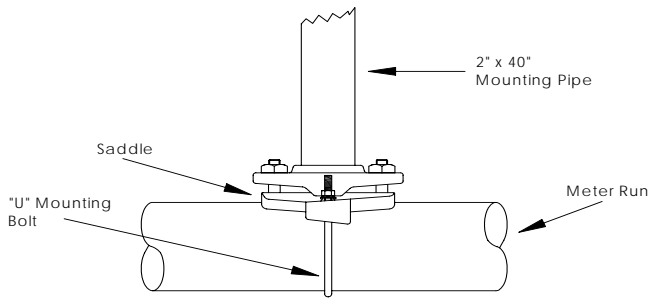
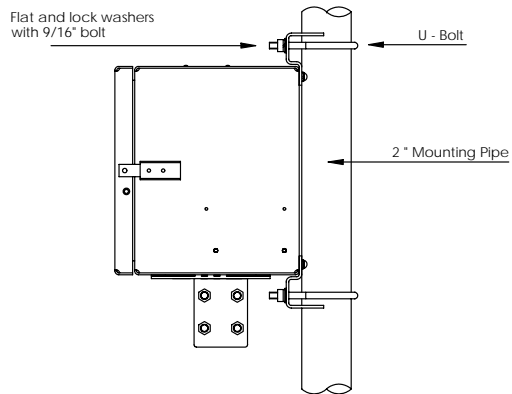

图 1 (管道鞍安装)
图 2 (管道安装)
4. 安装用于设备的支撑（管道鞍、直接安装、地面中铺设的管道）。使用硅树脂喷剂或特氟纶胶带将 U 形螺栓贴到 2 英寸的管道上，以避免磨损。（请参见图 1 和图 2）